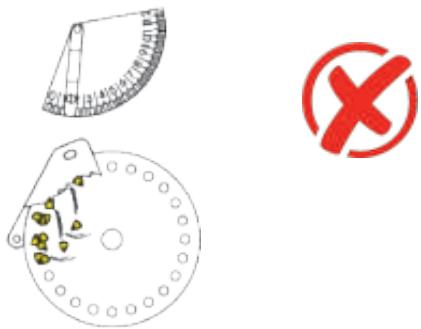

FIGURA No. 21
1. Se observa que las perforaciones del disco de siembra presentan una ausencia de semillas. (**Figura No. 21**)